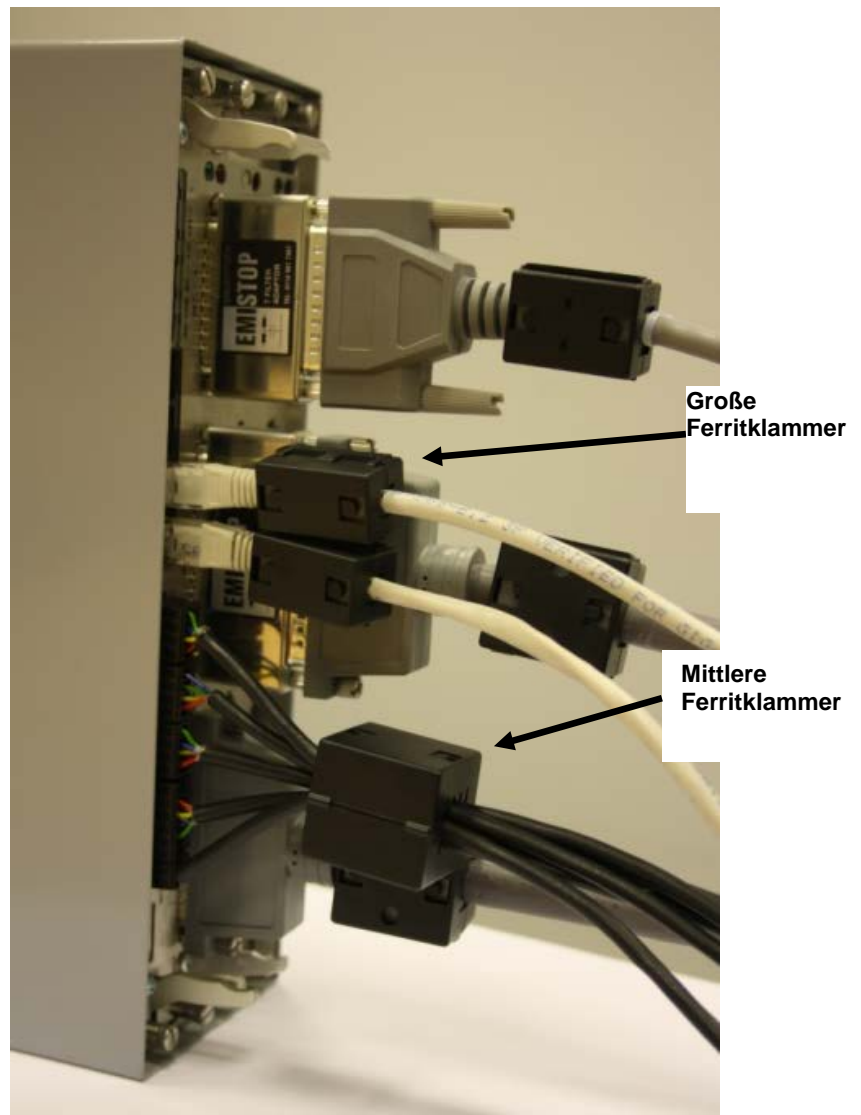

Abbildung 2-16. Klemmen am CPU-Modul COM und an den Ethernet-Anschlüssen
8. Befestigen Sie eine mittlere Ferritklemme an der Verdrahtung für die COMs 5, 6 und 7 und eine kleine Ferritklemme am Ethernet-Kabel (siehe *Abbildung 2-16*).